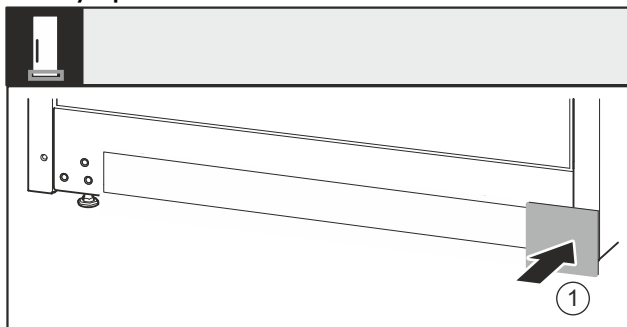

Fig. 39
- ▶ Снова установите крышку *Fig. 39 (1)* с другой стороны.